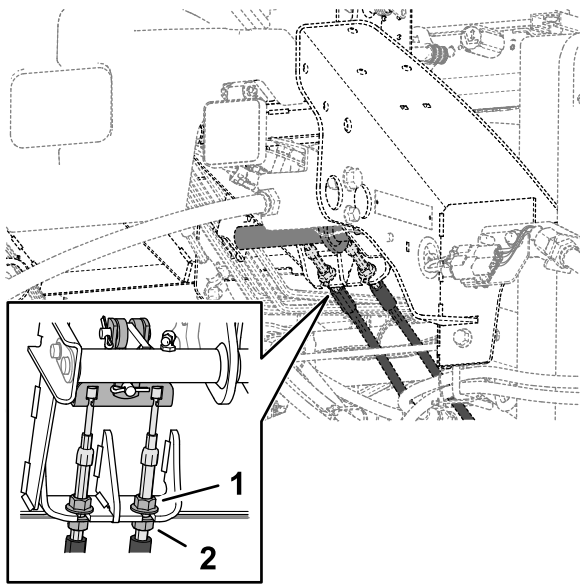

Bild 114
5. Um das Spiel des Bremspedals zu verringern, lösen Sie die vorderen Klemmmuttern am Gewindeende jedes Bremszugs (Bild 114).